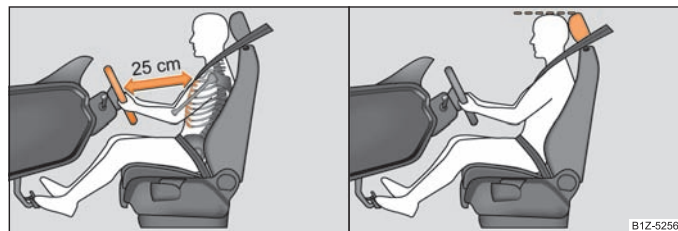

Fig. 127 Distanța corectă a conducătorului față de volan
- Reglați astfel scaunul șoferului încât distanța dintre volan și torace să fie de cel puțin 25 cm ⇒ fig. 127 - stânga.
- Reglați tetierele astfel încât marginea superioară a tetierei să se afle la aceeași înălțime cu partea superioară a capului dumneavoastră ⇒ fig. 127 - dreapta. ▶
- **Între șofer și volan trebuie să existe o distanță de cel puțin 25 cm ⇒ pagina 138, fig. 127 stânga. Dacă nu se respectă această distanță, sistemul airbag nu își poate exercita eficiența maximă – Pericol!**
- Reglați tetierele astfel încât marginea superioară a tetierei să se afle la aceeași înălțime cu partea superioară a capului dumneavoastră ⇒ pagina 138, fig. 127 – dreapta.
- Reglați tetierele astfel încât marginea superioară a tetierelor să se afle la aceeași înălțime cu partea superioară a capului dumneavoastră ⇒ pagina 138, fig. 127 - dreapta.